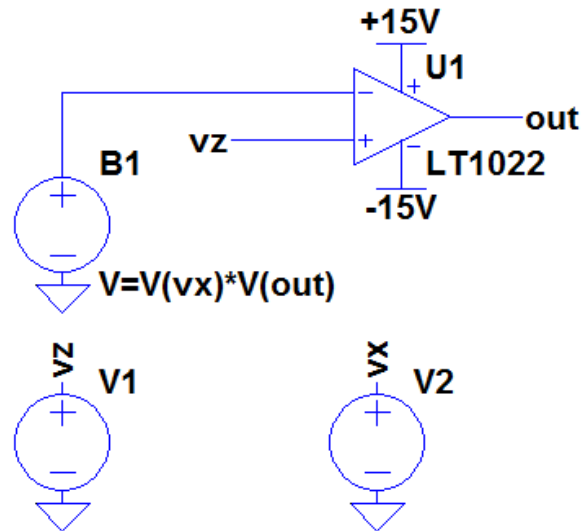

Fig. 1.4 - Divisor Analógico
O uso de multiplicadores de tensão no ramo de realimentação de amplificadores operacionais permite a concepção de circuitos divisores analógicos e de cálculo da raiz quadrada. As Fig. 1.4 e 1.5 ilustram esses circuitos utilizando fontes de tensão arbitrária (BV) para simular os multiplicadores e simplificar a análise. Os circuitos irão funcionar adequadamente dentro da faixa de operação dos amplificadores e para valores distantes de 0V.
a) Utilizando o circuito da Fig. 1.4 calcule com 4 casas decimais as seguintes divisões utilizando o multiplicador analógico e uma calculadora:  $34/89$ ,  $231/24$ ,  $47/120$ ,  $1300/560$ ,  $1800/360$  e  $17/7$ . Edite uma tabela para descrever os resultados obtidos contendo uma coluna sobre o erro percentual.